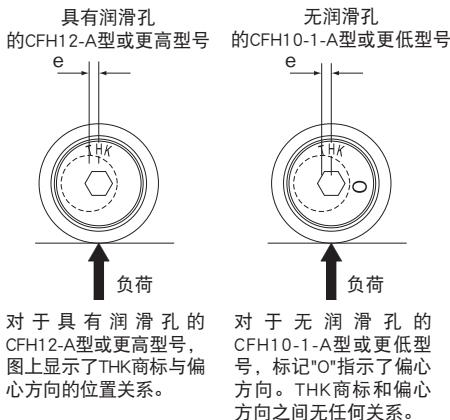

图2
- (1) 将螺柱插入安装孔, 轻轻地拧紧螺母直到螺母开始旋转为止。此时, 将螺柱标记定位, 使其与负荷方向之间的关系如图2所示。
- (2) 使用螺柱头上的内六角孔旋转螺柱, 以调节螺柱和配合接触面之间的间隙。
- (3) 调整间隙后保持螺柱不旋转的同时拧紧螺母。拧紧时请勿超出螺母的最大拧紧扭矩。(参照表1)